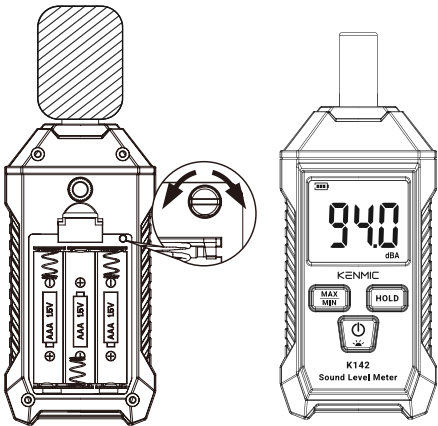

Abb. 1
2. Den Standardschallpegel (94dB@1KHz) einschalten; das Potentionmeter im Kreisloch auf dem Rückendeckel mit einem Schlitzschraubendreher einstellen, bis die LED-Anzeige 94.0 zeigt. (Abb. 1)